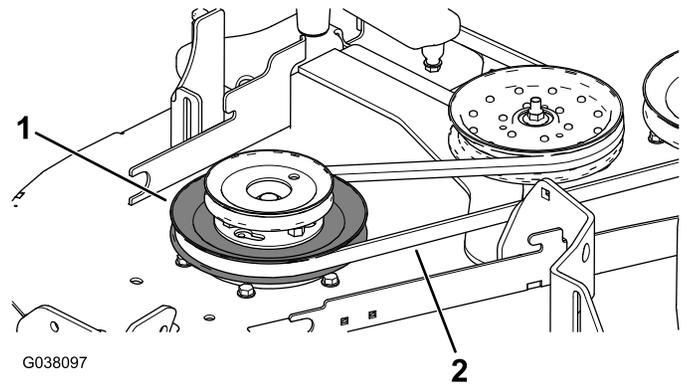

Figura 32
- Instale la correa del cortacésped alrededor de la polea inferior de la polea doble (Figura 32).